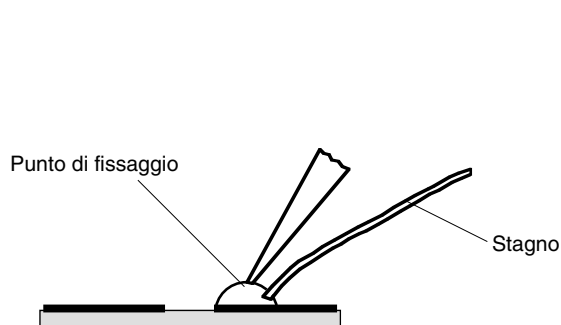

Fig. 3
3. Pulire il punto dai residui di saldatura. Applicare una goccia di stagno (Fig. 3).